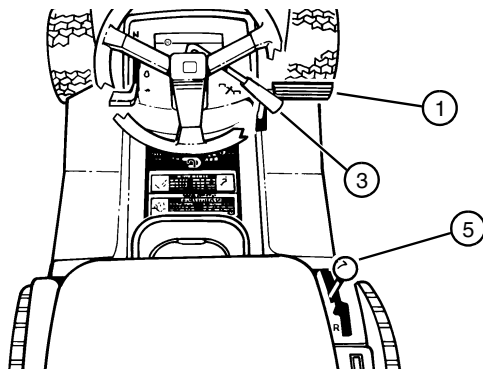

FIGURE 14
- Pour se déplacer vers l'avant : Débloquer le frein de stationnement, pousser le levier de transmission hydrostatique (5) vers la droite et vers l'avant (voir FIGURE 14). La vitesse du tracteur est déterminée par la distance de poussée du levier de transmission. Ramener le levier sur N (point mort) pour arrêter le tracteur.
- Pour se déplacer vers l'avant : Enfoncer complètement la pédale embrayage/frein (1) jusqu'à la position de frein (voir FIGURE 14).
- Première (1) - vitesse la plus basse/puissance la plus haute.
- Deuxième (2) à quatrième (4) - Tonte générale.
- Cinquième (5) - conduite du tracteur en déplacement. S'assurer que le bloc tondeuse est levé à sa position la plus haute et que la lame de tonte est désengagée.
- Marche arrière (R) - reculer pour éviter des obstacles.
- Pousser le levier de changement de vitesse (5) vers la droite et vers l'avant jusqu'à la position de marche avant désirée.